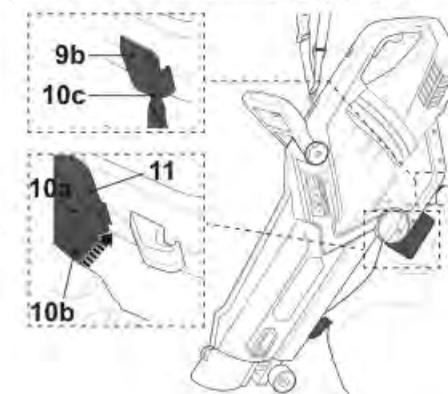

Fig. 5
- > Alignez le raccord [10a] sur le sac de collecte [10] avec la buse de sortie [11] et insérez-le en place. Assurez-vous que les verrous [10b] se mettent en place (Fig. 5).
- > Fixez la boucle de suspension arrière [10c] au crochet arrière [9a] (Fig. 5).